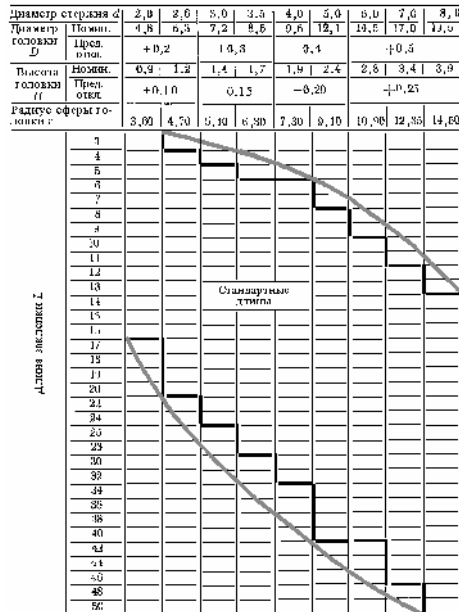

Рис. 4.87.
Массив допустимых сочетаний длин заклепок (L) и диаметров стержней (d) является «сплошным» массивом, ограниченным с двух сторон кривыми (рис. 4.87).